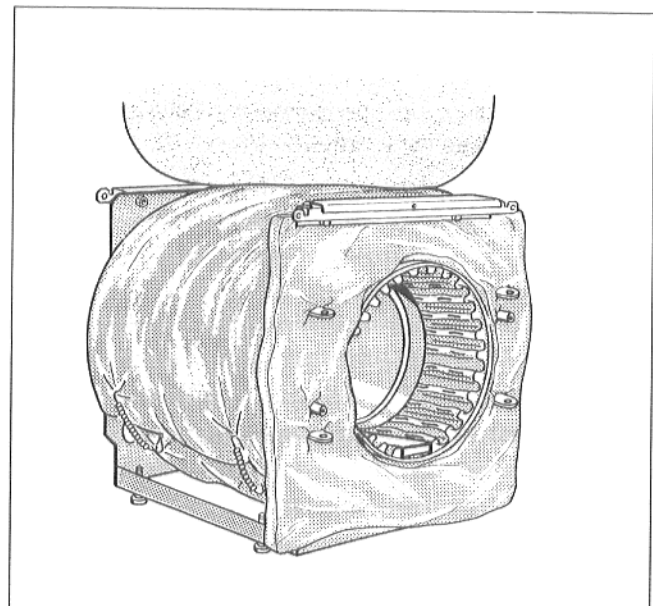

Abb. 7
- Vorderwandwärmeschutz mit den Schlitzern in die Scharniere der Brennertür einhängen (Abb. 7).